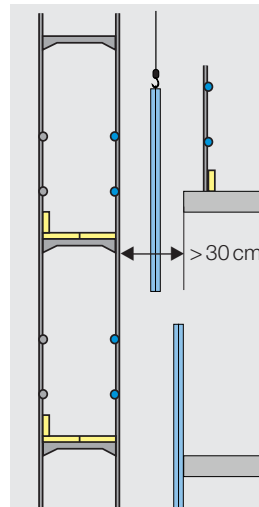

Bild 15: Versetzen von Fassadenelementen
- Versetzen von Fassadenelementen (Bild 15)